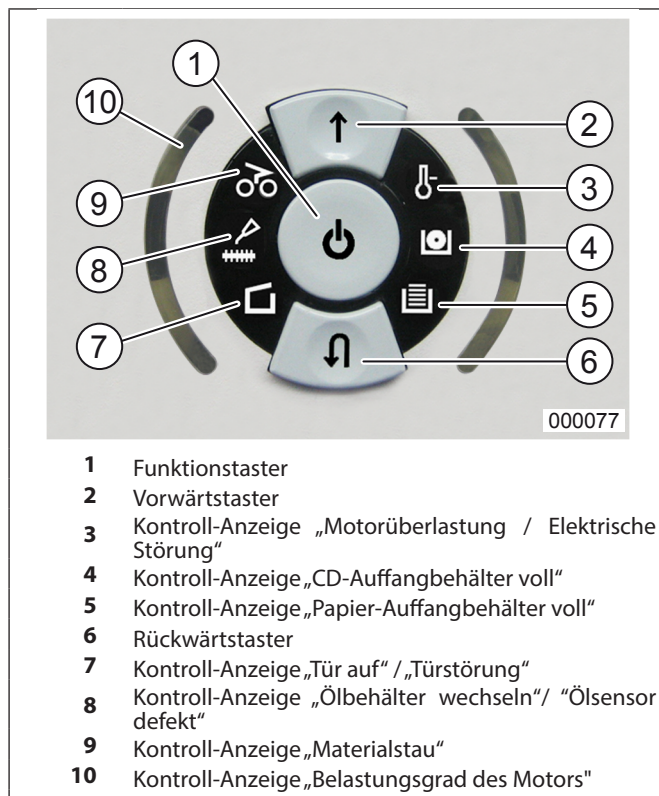

Abb. 3 Bedienungselemente „i-control“
① = Funktionstaster (Abb. 3/1)
② = Vorwärtstaster (Abb. 3/2)
③ = Kontroll-Anzeige (Abb. 3/3) „Motorüberlastung“ / „Elektrische Störung“
④ = Kontroll-Anzeige (Abb. 3/4) „CD-Auffangbehälter voll“
⑤ = Kontroll-Anzeige (Abb. 3/5) „Papier-Auffangbehälter voll“
⑥ = Rückwärtstaster (Abb. 3/6)
⑦ = Kontroll-Anzeige (Abb. 3/7)
⑧ = Kontroll-Anzeige (Abb. 3/8)
Blinkt, wenn der Ölbehälter leer ist und durch einen vollen Behälter ersetzt werden muss. Der Motor wird abgeschaltet. Der Ölbehälterwechsel muss am Rückwärtstaster (Abb. 3/6) quittiert werden (siehe „Ölbehälter wechseln“ auf Seite 9).
⑨ = Kontroll-Anzeige (Abb. 3/9)
⑩ = Kontroll-Anzeige (Abb. 3/10) „Belastungsgrad des Motors“
Funktionstaster (Abb. 3/1) kurz betätigen.
Die Lichtschranken (Vorwärtslauf) (Abb. 1/3) starten jeweils den Zerkleinerungsvorgang, sobald Material in einen der beiden Einlassschlitze eingeführt wird. Gleichzeitig leuchtet die LED-Anzeige  des Vorwärtstasters (Abb. 3/2) auf.
Für die Zerkleinerung von lichtdurchlässigen Folien muss die Maschine von Hand auf Vorwärtslauf geschaltet werden (Vorwärtstaster (Abb. 3/2) drücken und halten).
Durch kurze Betätigung des Funktionstasters (Abb. 3/1) oder des Rückwärtstasters (Abb. 3/6) kann der Zerkleinerungsvorgang jederzeit gestoppt werden. Zum Fortfahren den Vorwärtstaster (Abb. 3/2) drücken.
Ist der CD-Auffangbehälter gefüllt, schaltet der Motor ab. Die Kontroll-Anzeige  (Abb. 3/4) leuchtet auf.